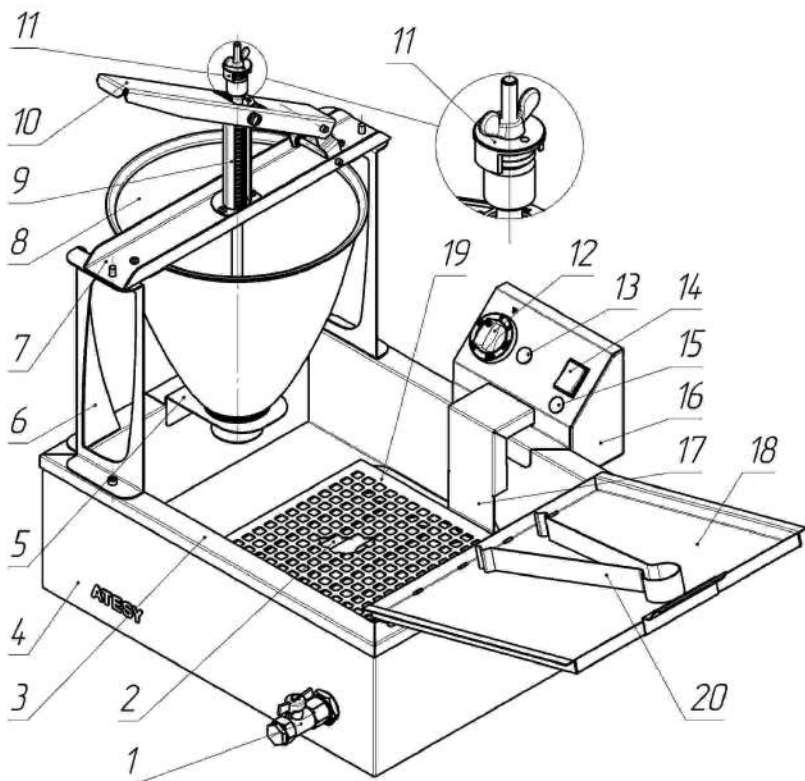
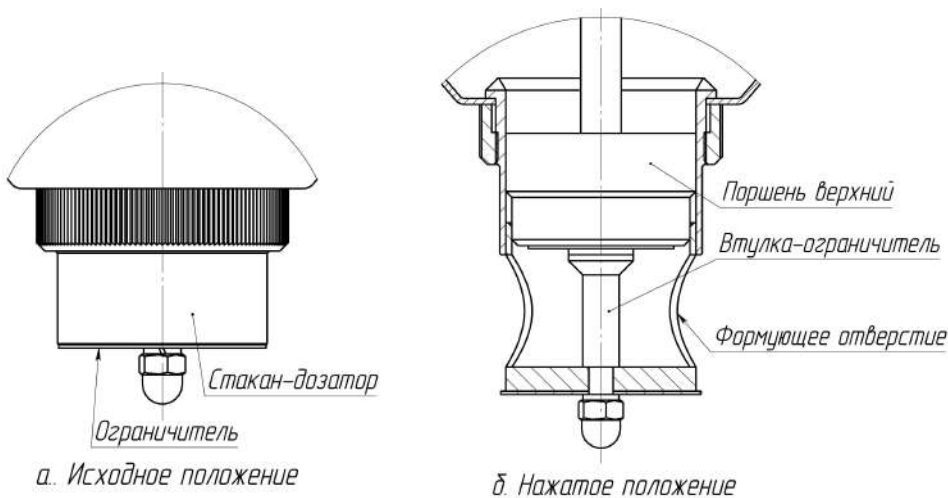

Рис. 1 Общий вид
Рис. 2 Регулировка дозатора теста
3.9. Во избежание ожогов всегда устанавливайте и плотно затягивайте пробку сливного крана (1) (Рис.1).
- установить дозатор на стойки (6) (Рис.1);
- нажать рычаг дозатора (2) (рис.1) до упора и, закручивая гайку-
упор (11)(рис.1), обеспечить следующие условия (Рис. 2, б):
- отпустить рычаг дозатора (2) (рис.1) и элементы дозирующего
устройства вернутся в исходное положение (Рис. 2, а).
упор (11)(рис.1).
(рис.1) контргайкой-барашком.
- 4.10. Плавно, без рывков и ударов, нажмите до упора на рычаг дозатора (10) (рис.1) и отпустите его. Обратный ход рычаг совершит самостоятельно. При этом сформируются два кваркини весом около 23 грамм, которые затем упадут в разогретый фритюр.
- Нажимать на рычаг дозатора (10) (рис.1) для формирования следующей порции кваркини следует через 10 – 15 секунд (в зависимости от консистенции теста). Чем круче тесто, тем реже необходимо нажимать на рычаг дозатора. В противном случае тесто не будет успевать затекать в дозирующую головку и кваркини будут формироваться некачественно.